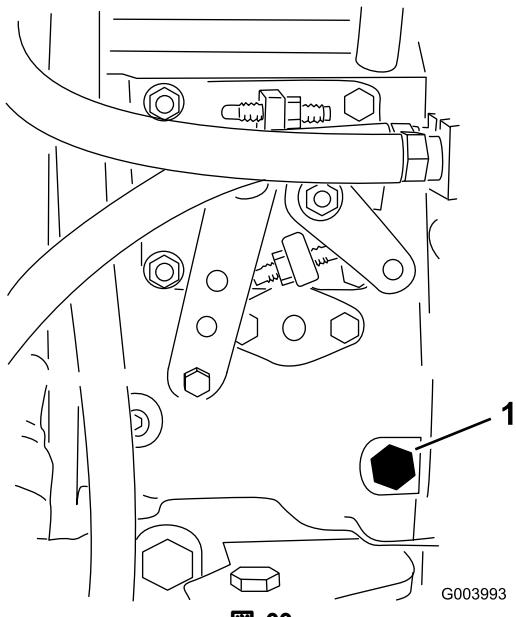

図 38
3. 燃料噴射ポンプ（図 38）についているエア抜きネジを、12 mmのレンチを使って開く。